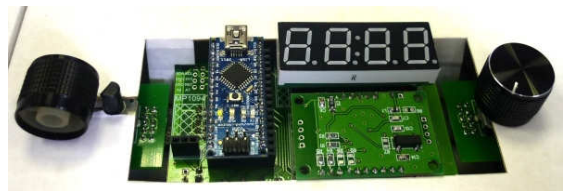

Рис. 24 Ручки регулировки громкости и настройки
12. Придерживая плату снизу, наденьте ручки на энкодеры (рис. 24).